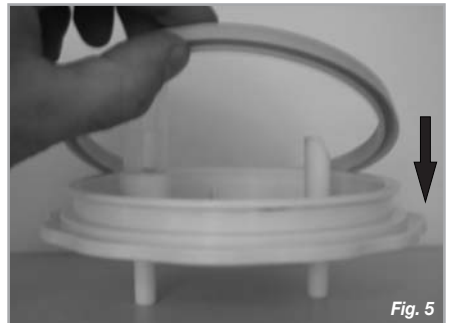

Fig. 5
- Check that the plug seal is inserted with the edging as illustrated in figure 5.
- Contrôler que le joint d'étanchéité du bouchon est inséré avec le bord comme illustré en figure 5.